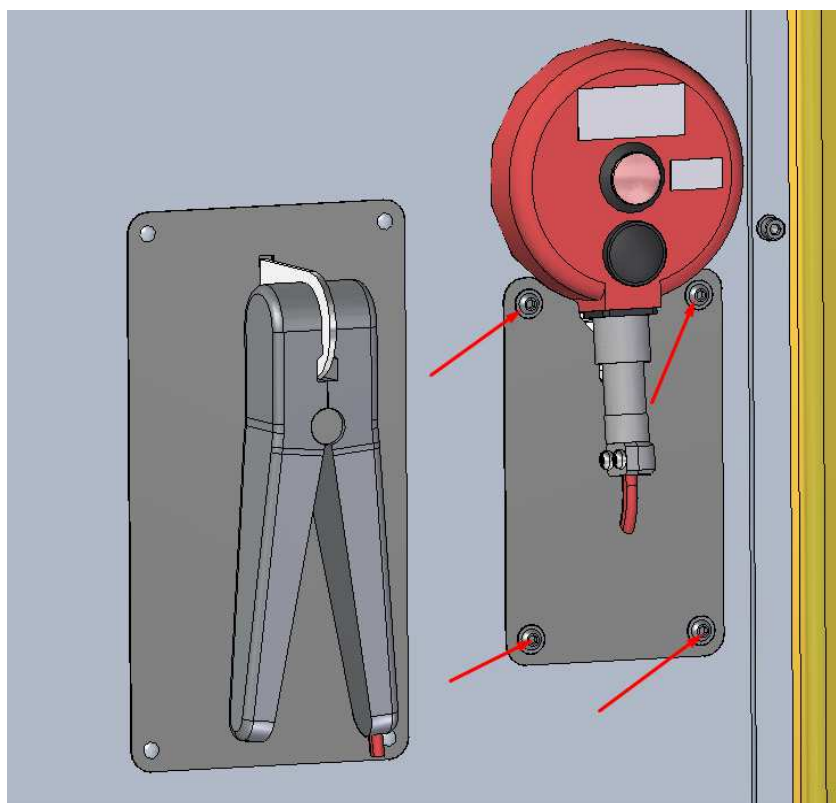

Рисунок 32
- выкрутить четыре винта, крепящие декоративную пластину (см. рисунок 32), и снять ее;